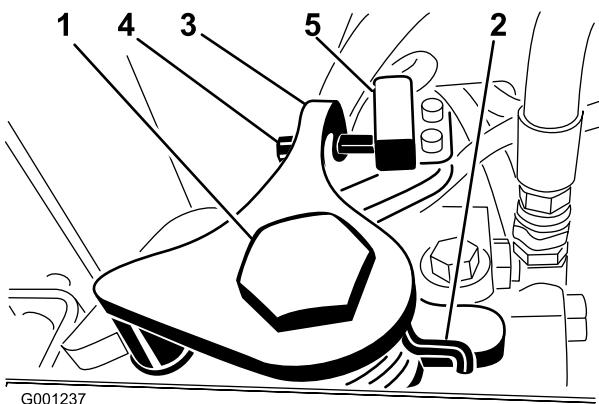

Figura 57
3. Desaperte o parafuso de bloqueio, no lado oposto ao do excêntrico de tracção (Figura 57).
7. Ajuste o parafuso no braço de retorno (Figura 57) até que a folga entre a extremidade do parafuso e o contacto do interruptor seja de 2,286–3,048 mm.